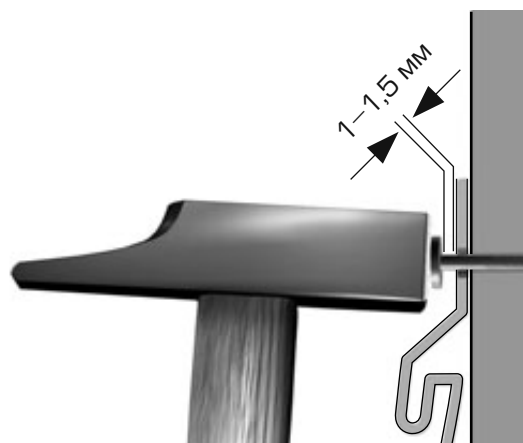

рис. 2
3. Не прибивайте сайдинг слишком плотно. Оставьте расстояние приблизительно 1-1,5 мм между верхним краем шляпки гвоздя и панелью. Это необходимо для свободного расширения-сжатия, что позволит предотвратить волновой эффект (рис.2).